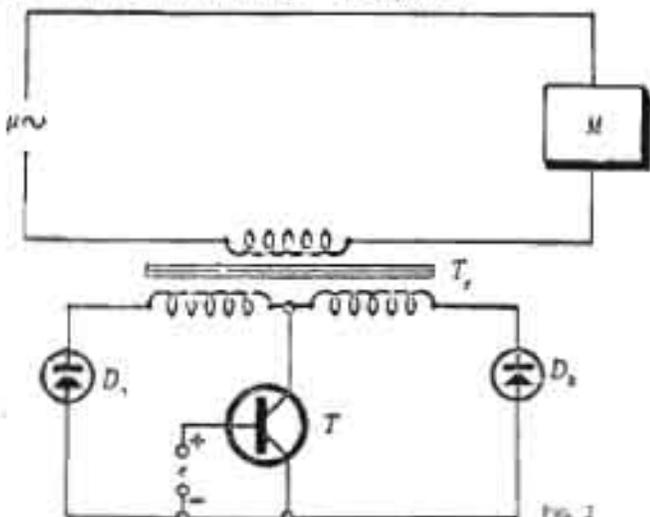

FIG. 2
Le montage de la figure 2 permet de s'affranchir de cette sujétion en supprimant, en outre, toute connexion électrique directe entre le transistor de commande et le secteur alternatif.
Le montage de la figure 2 est applicable au cas d'une tension u aussi faible que l'on veut (même
3. Le prix du dispositif de commande est indépendant de la tension u appliquée à l'ensemble, dans le schéma de la figure 2 ; il ne dépend que de la puissance à commander.
4. Toujours dans le montage de la figure 2, on peut réaliser un isolement électrique complet entre le circuit commandé et le circuit de commande.
5. Avec le montage de la figure 2, on peut réaliser un dispositif de commande valable en 110 V et 220 V, le passage d'une tension à l'autre se faisant, par exemple en connectant en parallèle (110 V) ou en série (220 V) deux primaires identiques de T_r .